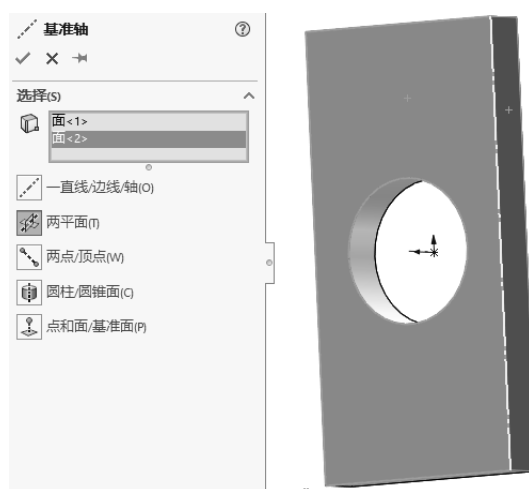

图 1-93 【两平面】方式建立基准轴
- (2) 使用【两平面】方式建立基准轴，如图 1-93 所示。